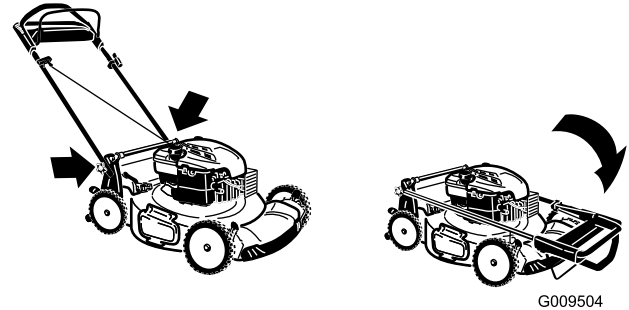

Figura 33
2. Pliegue hacia adelante la sección superior del manillar (ver Figura 33).